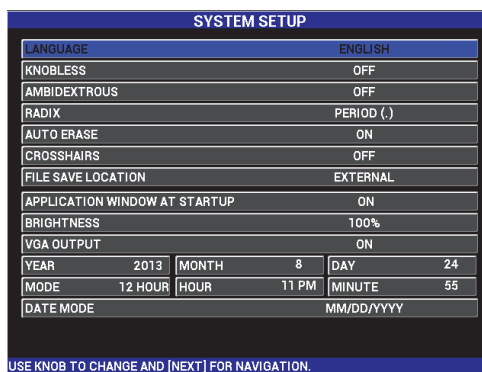

図 3-1 システム設定画面
1. 設定メニューキーを 2 回押し () B キーを押して**システム設定**画面に進みます (69 ページの図 3-1 を参照)。
1. 設定メニューキーを 2 回押し () B キーを押して**システム設定** 画面に進みます (69 ページの図 3-1 を参照)。
3. **システム設定**画面で (69 ページの図 3-1 を参照)、全画面 /次へキー () を押して目的のパラメーターを強調表示し、ノブでその値を変更します。